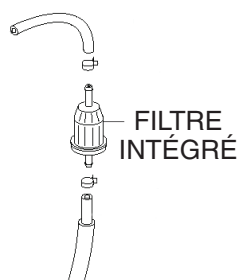

Figure 12. Filtre à carburant intégré
- Inspecter le filtre à carburant intégré (Pièce numéro 16910Z4ES21, Figure 12) et remplacer si nécessaire.